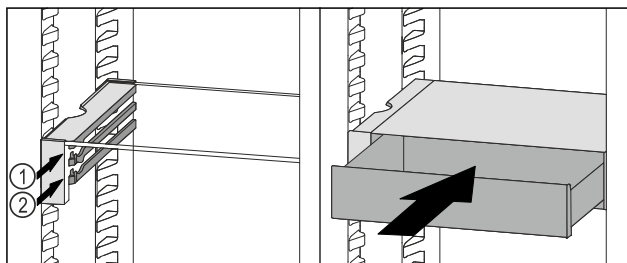

Fig. 136
- Predal VarioSafe namestite za zaustavljalnimi elementi na željeni nastavek Fig. 136 (1) ali Fig. 136 (2).